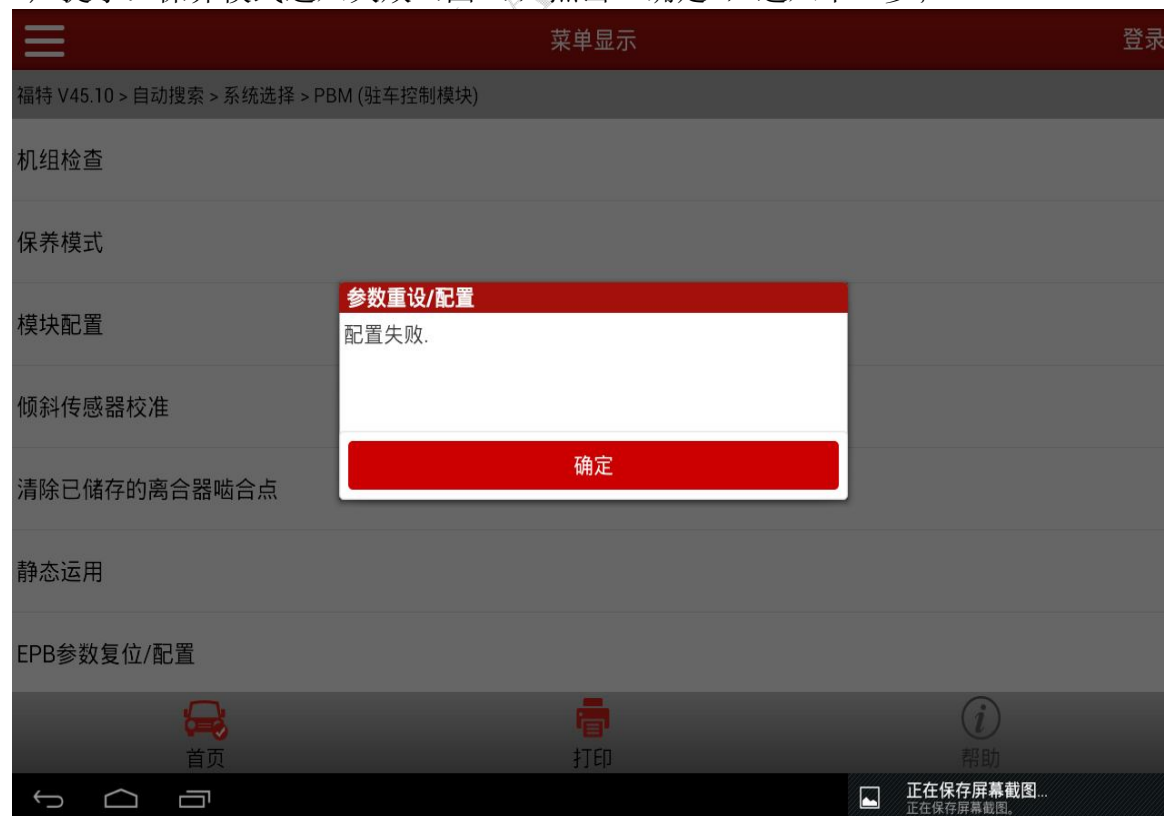

图 9
9). 提示：保养模式进入失败（图 9），点击“确定”，进入下一步；